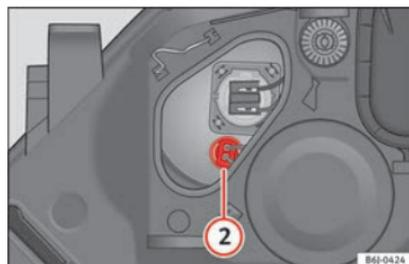

Fig. 181 Feu de position.
- Retirez le connecteur » fig. 181 ② en tirant vers l'extérieur.